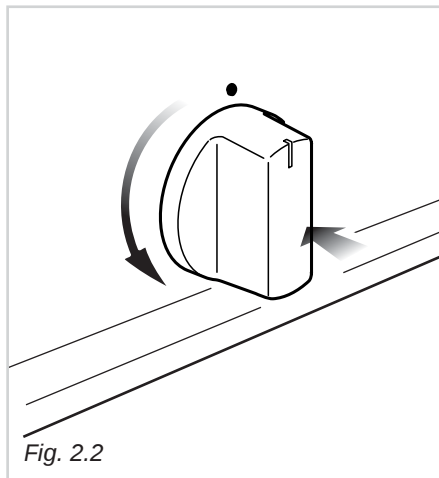

Fig. 2.2
1. Premere a fondo la manopola del rubinetto gas relativo al bruciatore da accendere e, tenendola sempre premuta, ruotarla in senso antiorario di 90° (fig. 2.2).